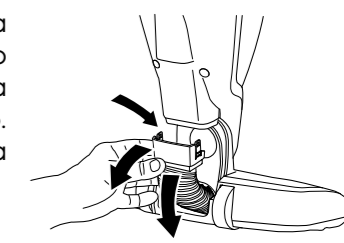

Fig. 15
- Com o produto desligado, desconecte a mangueira localizada na parte traseira da unidade para piso, apertando o encaixe pelas laterais (fig.15).